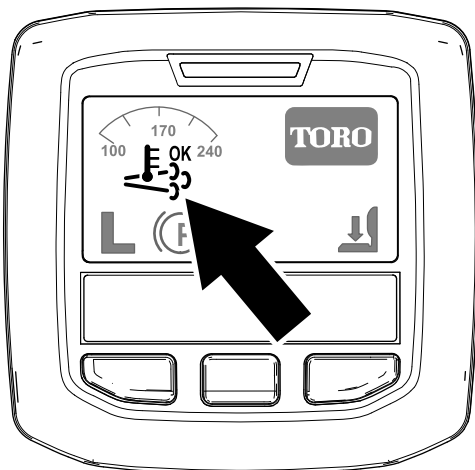

Bild 43
- Das Symbol für die unterstützte bzw. Rücksetzen-Regenerierung wird im InfoCenter angezeigt (Bild 43).